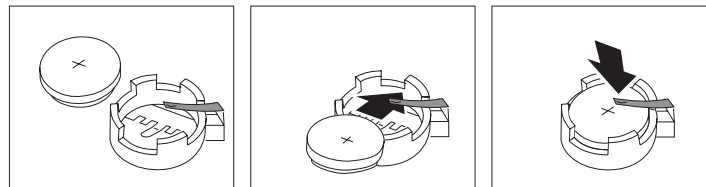

図 180. SAN ボリューム・コントローラー 2145-4F2 システム・ボード CMOS バッテリーの交換
2. 図 180に示すように、バッテリー・クリップの下にスライドさせるときに、バッテリーを下に押し、ソケットに入れます。